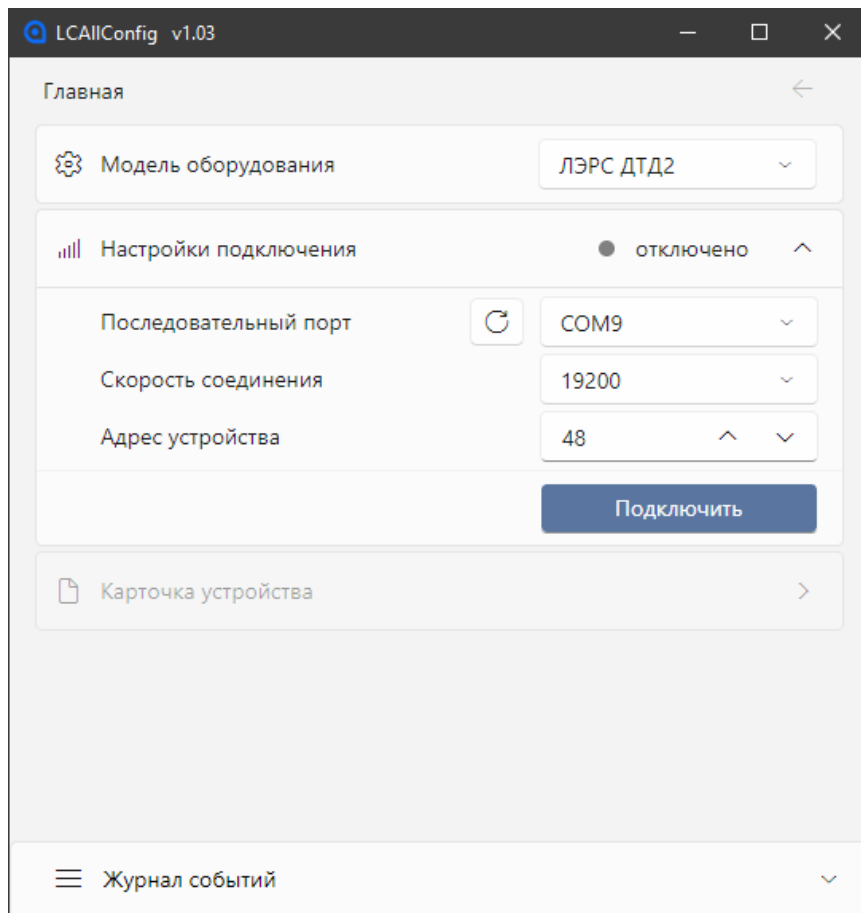

Рисунок 4.1. Утилита LCAIConfig – Подключение устройства
2. Запустить утилиту конфигурирования «LCAIConfig» (рис. 4.1), выбрать модель оборудования «ЛЭРС ДТД2», выбрать COM-порт, скорость (по умолчанию 19200), Modbus-адрес устройства (по умолчанию 48) и нажать кнопку «Подключить».